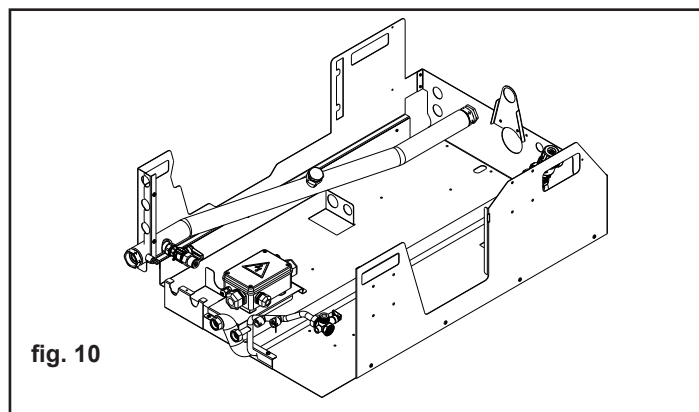

fig. 10
Il sistema è particolarmente adatto per soluzioni unifamiliari, villette a schiera, abitazioni di piccole e medie dimensioni; è compatto nelle sue dimensioni: 35 cm di profondità (incassabile), 95 cm di larghezza, 220 cm di altezza (in caso di accumulo inerziale (opzionale) l'altezza è di 245 cm - fig. 10).
Si consiglia, prima di completare le opere murarie, di fare una verifica della corretta apertura porta (1) e rimozione pannelli (2, 3) - fig 10.